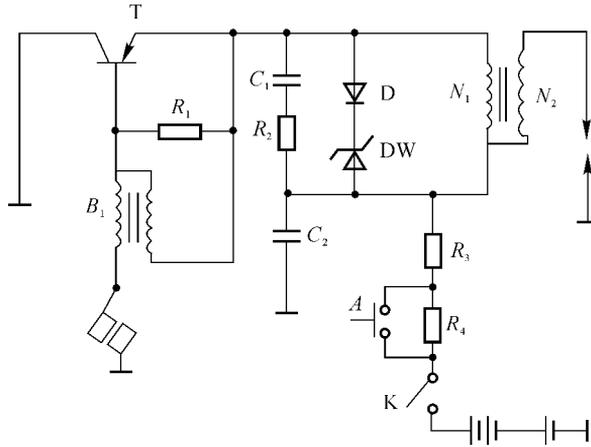

图 5.1 吉尔 130 汽车晶体管点火装置
1. 分析如图 5.1 所示吉尔 130 汽车晶体管点火系统工作过程。